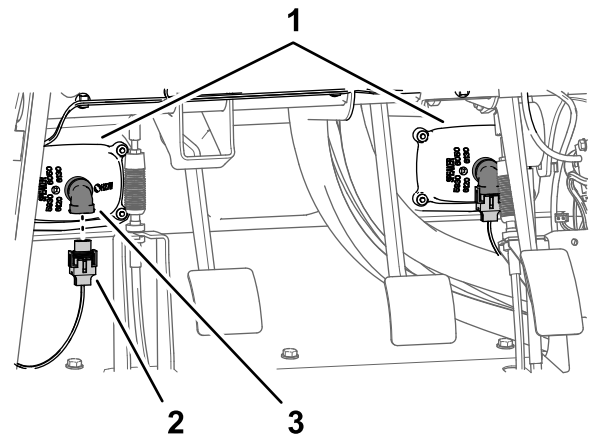

Figure 214
3. Branchez les 2 connecteurs (à 2 douilles) du faisceau de la machine aux connecteurs à 2 broches des phares gauche et droit (Figure 214).
1. Placez la doublure d'aile sur les tubes supérieur gauche et inférieur gauche du cadre (Figure 214).